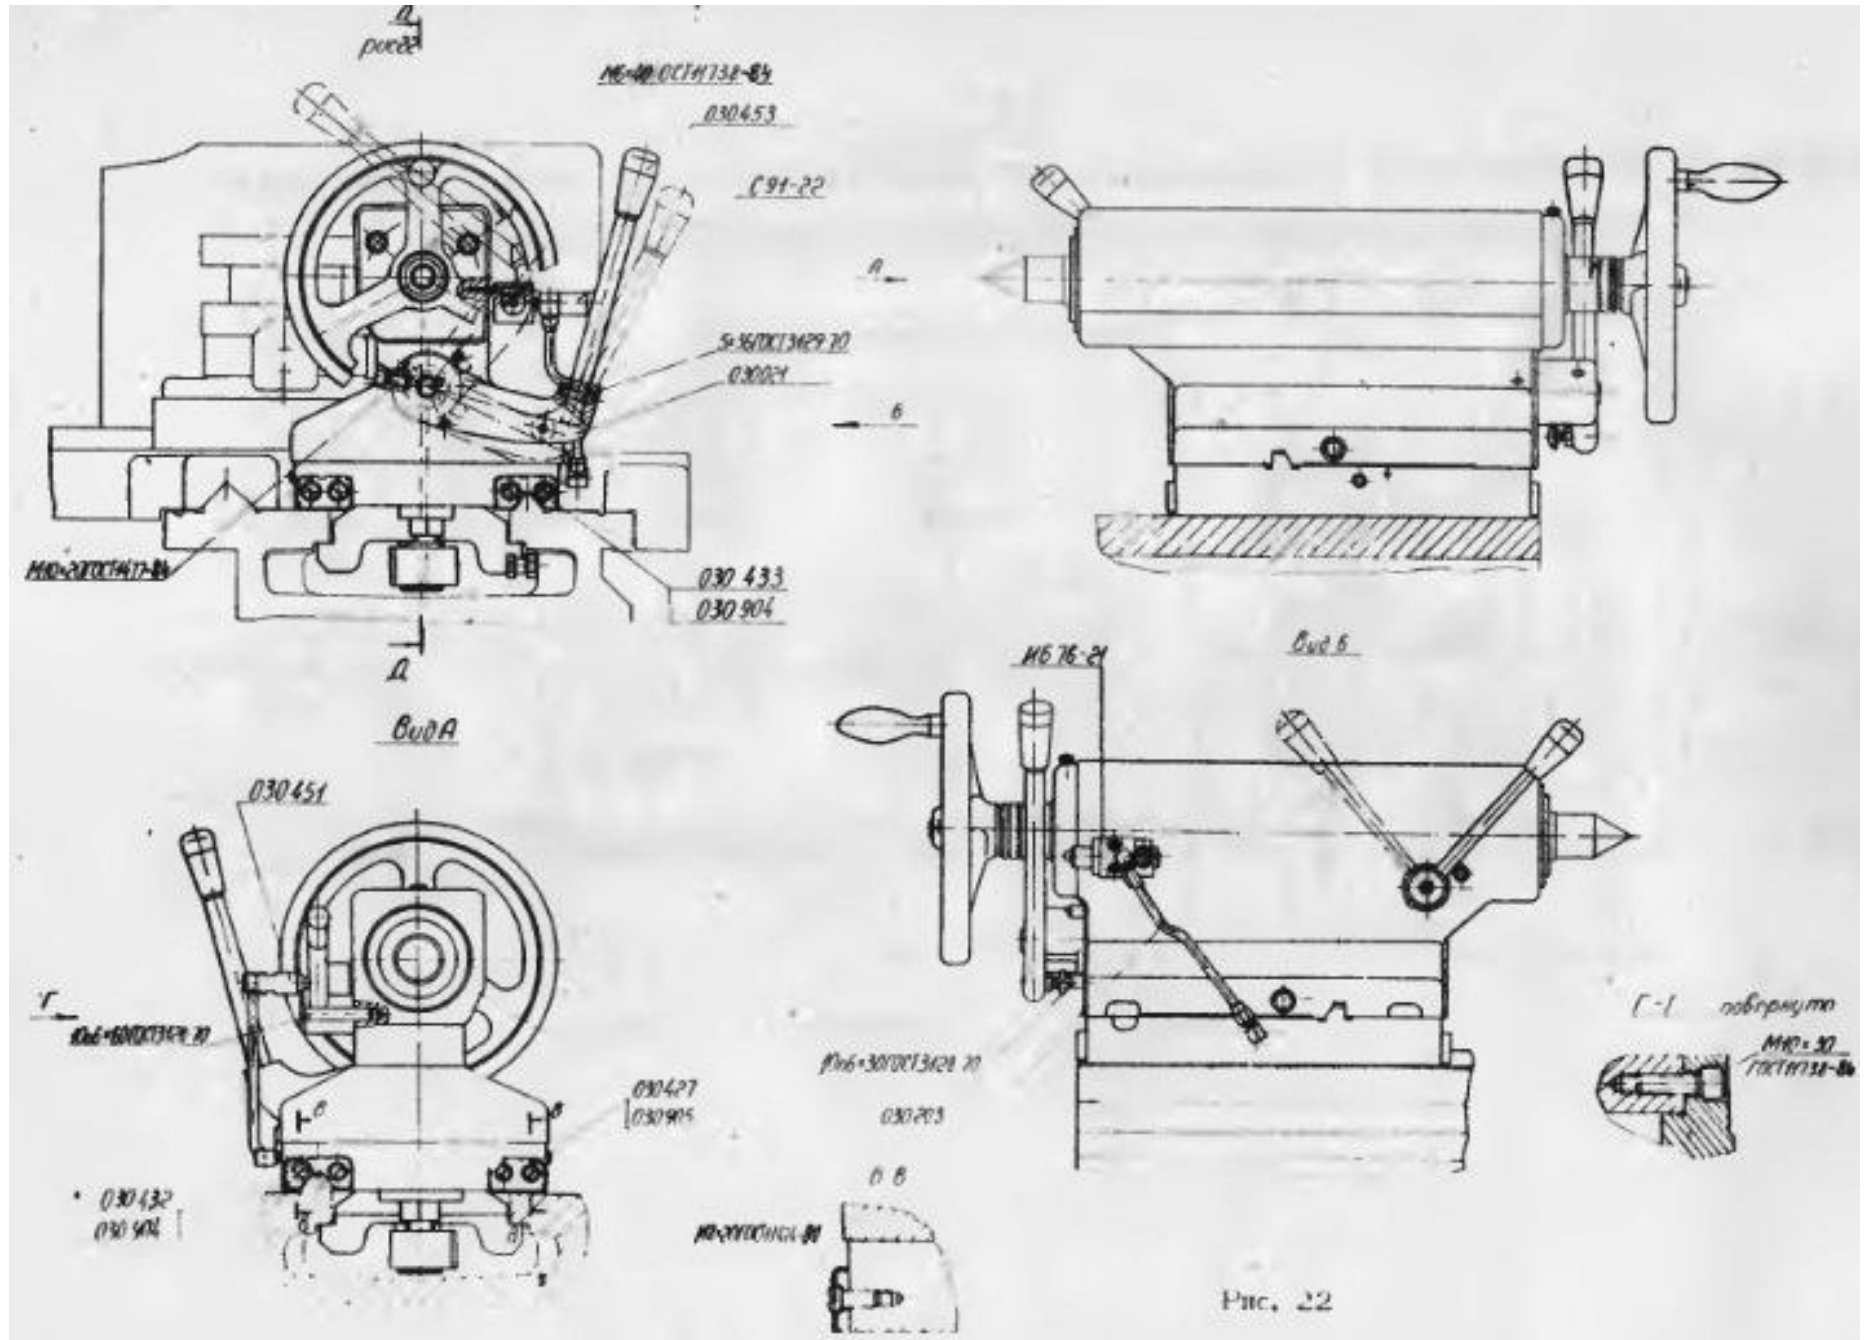

Рис. 22
2.3. Задняя бабка 16Б20.030.001, 16Б20П.030.001 (Рисунок 22, 23, 24)